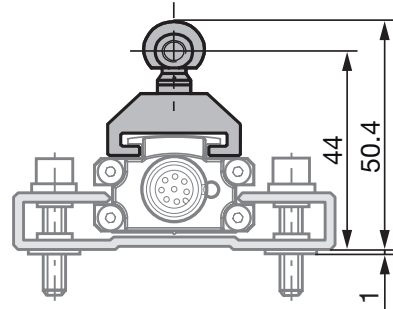
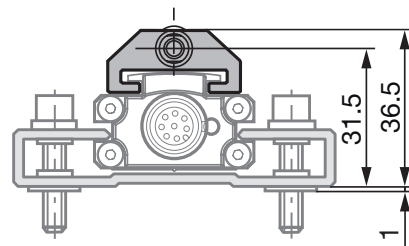
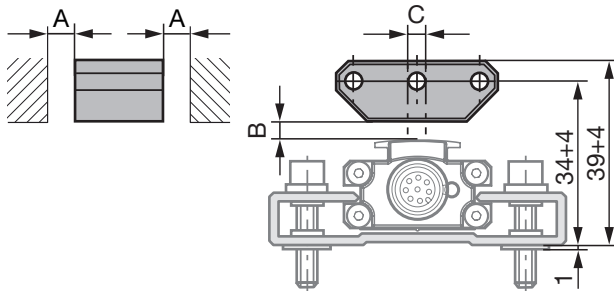
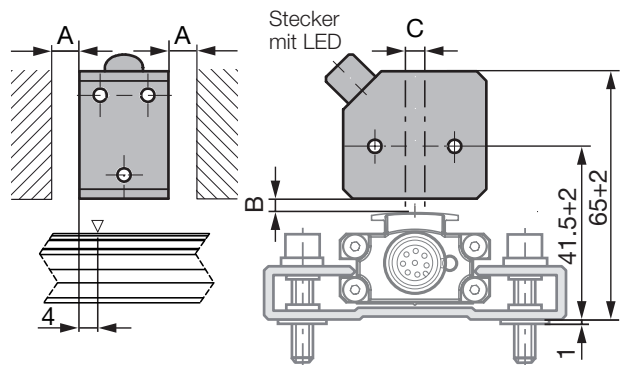

Bild 4-1: Maße und Abstände mit Positiongeber BTL5-F-2814-1S
Bild 4-2: Maße und Abstände mit Positiongeber BTL5-T-2814-1S
Bild 4-3: Maße und Abstände mit Positionsgeber BTL5-P-3800-2
Bild 4-7: Maße und Abstände mit Positionsgeber BTL5-P-4500-1 mit elektrischer Magnetfeld-Erzeugung (24 V/100 mA)
**i** Der Wegaufnehmer Micropulse in Profilbauweise eignet sich sowohl für freie, d. h. berührungslos arbeitende Positiongeber (siehe Bild 4-3 bis Bild 4-7) als auch für geführte Positiongeber (siehe Bild 4-1 und Bild 4-2).
- Der Abstand A zwischen Positionsgeber und Teilen, die aus magnetisierbarem Material bestehen, muss mindestens 10 mm betragen (siehe Bild 4-3 bis Bild 4-7).
- Für den Abstand B zwischen Positionsgeber und Wegaufnehmer und für den Mittenversatz C (siehe Bild 4-3 bis Bild 4-7) sind folgende Werte einzuhalten:
Tab. 4-1: Abstand und Versatz für Positionsgeber (siehe Bild 4-3 bis Bild 4-7)
Der Messbereich ist um 4 mm in Richtung des BTL-Steckers versetzt (siehe Bild 4-7).